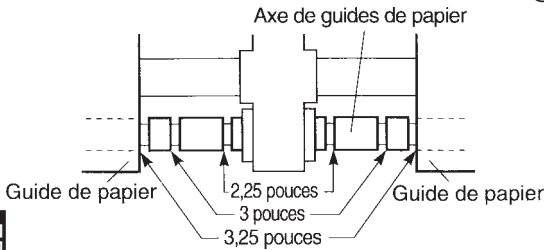

Fig. 2-3 Positionnement des guides de papier (SP317)
⑤ Réglez la position des guides de papier gauche et droit. Veillez à laisser un espace de 0,5 mm entre l'extrémité du guide et du papier, puis bloquez le levier de verrouillage.
- Pour régler la position des guides de papier, placez les anneaux d'arrêt dans les espaces sur l'axe des guides de papier qui correspondent à la largeur du papier à charger (voyez la figure 2-3).
⑥ Mettez le commutateur d'alimentation de l'imprimante sur la position de marche.
⑦ Coupez l'extrémité du papier en veillant à couper droit.